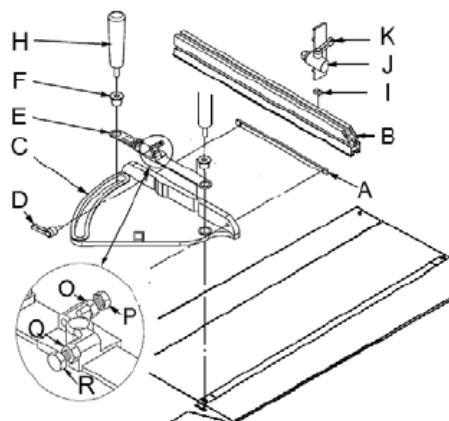

Рис. 9
Надвиньте профиль упора (B, Рис. 9) на рейку (A) и закрепите их вместе на торцовом упоре (C) с помощью двух рукояток (D).